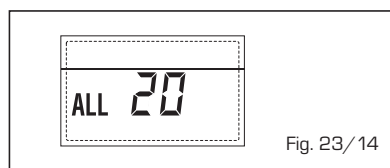

Fig. 23/14
- **ANOMALIA AVARIA SONDA IMPULSÃO PRIMEIRA ZONA MISTURADA "ALL 21"** (fig. 23/15)